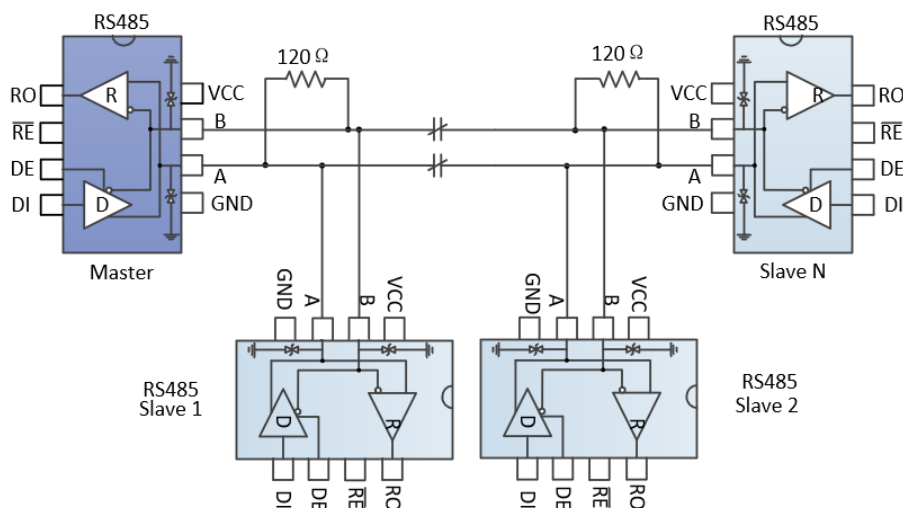

图 9 总线式 RS485 半双工通讯网络
4.1 总线式组网：MAX3485EESA+T RS485 收发器设计用于多点总线传输线上的双向数据通信。图 9 显示了典型网络应用电路。这些器件也能用作电缆长于 4000 英尺的线性转发器，为减小反射，应当在传输线两端以其特性阻抗进行终端匹配，主干线以外的分支连线长度应尽可能短。